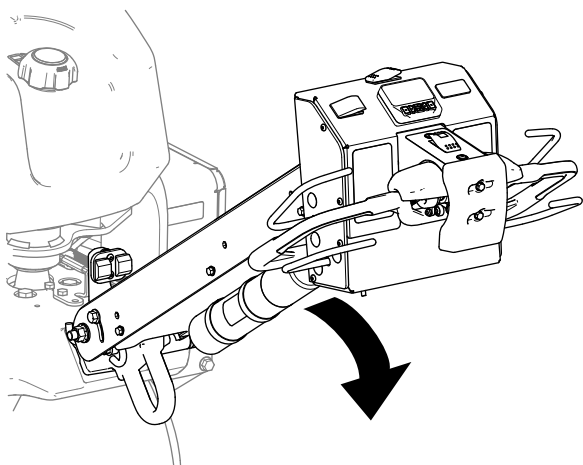

図 69
2. ハンドルを降ろすと駐車ブレーキが解除される 図 69。